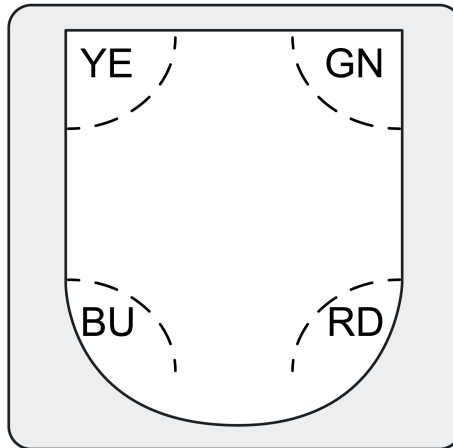

Bild 7: Status-LED
Hinter dem Sensorfenster (4) befinden sich Status-LED, die den aktuellen Betriebszustand anzeigen (Bild 7).